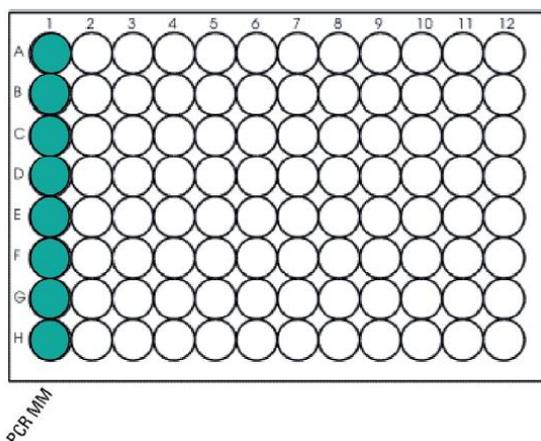

図 8 PCR_XT_HS2_ILM 用マスターミックスソースプレートの配置
2. 表 49 に示された量の PCR master mix を Processing plate (フルスカートタイプの Eppendorf twin.tec または Armadillo plate) カラム 1 の全てのウェルに加えます。新しいプレートを用意する場合でも、カラム 2 の全てのウェルに分注します。マスターミックスソースプレートの最終的な配置は図 8 を参照ください。